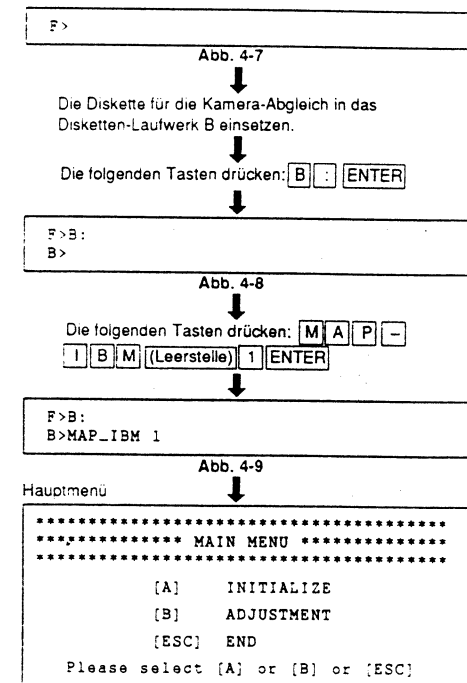

Abb. 4-10
3) Die Tasten [M] [A] [P] [-] [I] [B] [M] (Leerstelle) [1] und [ENTER] drücken (MAP und IBM können auch in Kleinbuchstaben eingegeben werden). Das Digital-Abgleich-Programm (MAP: Manuelles Abgleich-Programm) startet und das in Abb. 4-10 dargestellte Hauptmenü (MAIN MENU) erscheint (Abb. 4-9, 4-10).